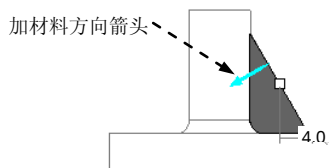

图 5.18.13 定义加材料的方向
Step6. 定义加材料的方向。在模型中单击“方向”箭头, 直至箭头的方向如图 5.18.13 所示。